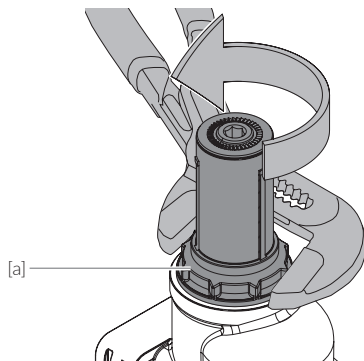

Abb. 9.6
- / Abb. 9.6: Schraubkappe [a] mit Hilfe einer Armaturenzange in Pfeilrichtung drehen und aus dem Ventilkörper lösen